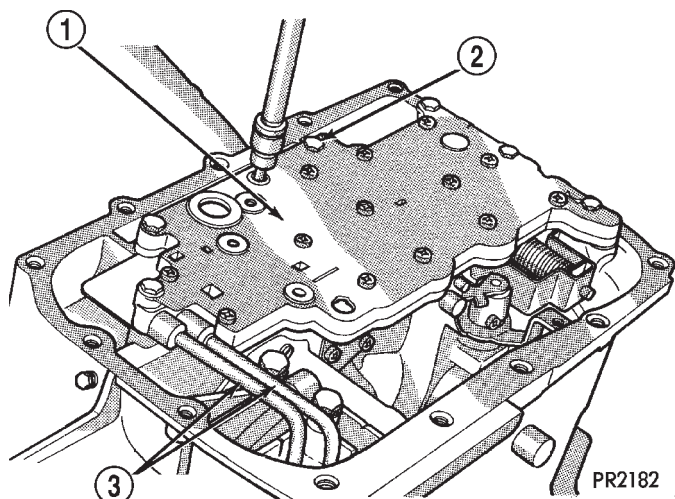

Fig. 9 Pernos de fijación del cuerpo de válvulas
(10) Retire los pernos del cuerpo de válvulas al transeje (Fig. 9).